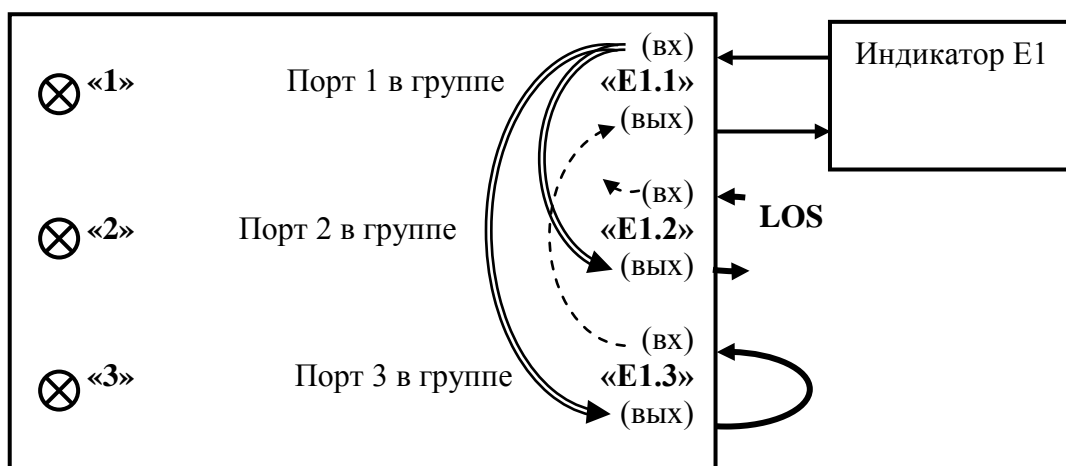

Рисунок 3 – Схема соединений
- отключить заглушку E1 от порта 2 в группе и проконтролировать свечение зеленым цветом индикаторов «1» и «3» и красным цветом индикатора «2» АПТ, что должно явиться следствием пропадания сигнала (дефект типа LOS) на входе порта 2 в группе и вызванных этим автоматических переключений в АПТ (рисунок 3);